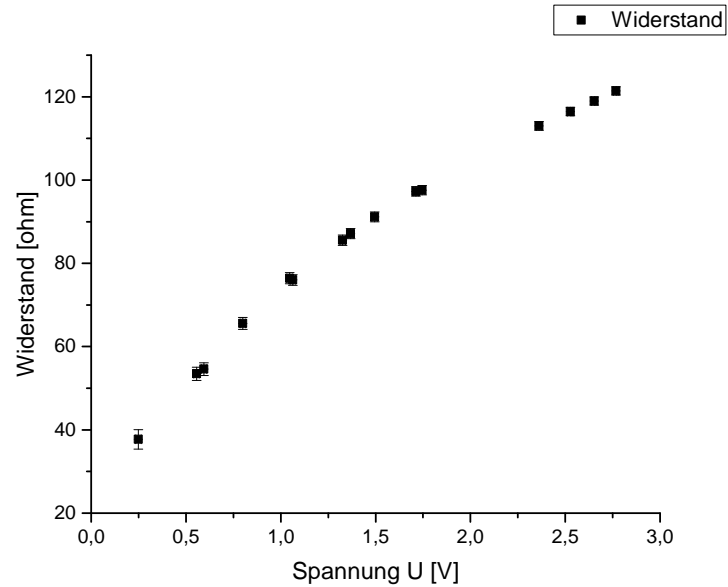

Abbildung 5: Hier ist der Widerstand gegen die Spannung bei Betrieb einer Glühlampe aufgetragen. Die Unsicherheit ist kleiner als die Symbolgröße.
zu finden, während in Abb. 5 der Widerstand gegen die Spannung aufgetragen wurde. Dazu wurde das Gesetz
verwendet. Die Unsicherheit wurde gemäß Gleichung (1) berechnet. Wenn man die nahezu linear verlaufenden Werte unter 1,5 V in Abb. 5 extrapoliert, erhält man für $V = 0$ also ohne Stromfluss und damit bei Zimmertemperatur einen Widerstand von $(25,0 \pm 2,1) \Omega$ (nach oben abgeschätzte Ableseunsicherheit mit dreieckiger WDF).